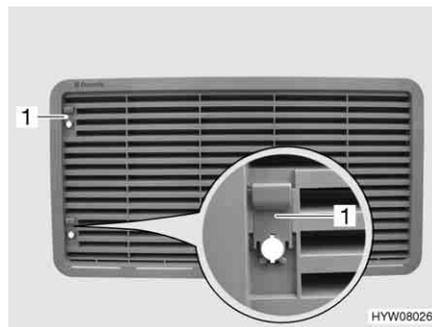

Bild 157 Kühlschrank-Lüftungsgitter (mit Schieber)
- Schieber (Bild 157,1) nach oben schieben.